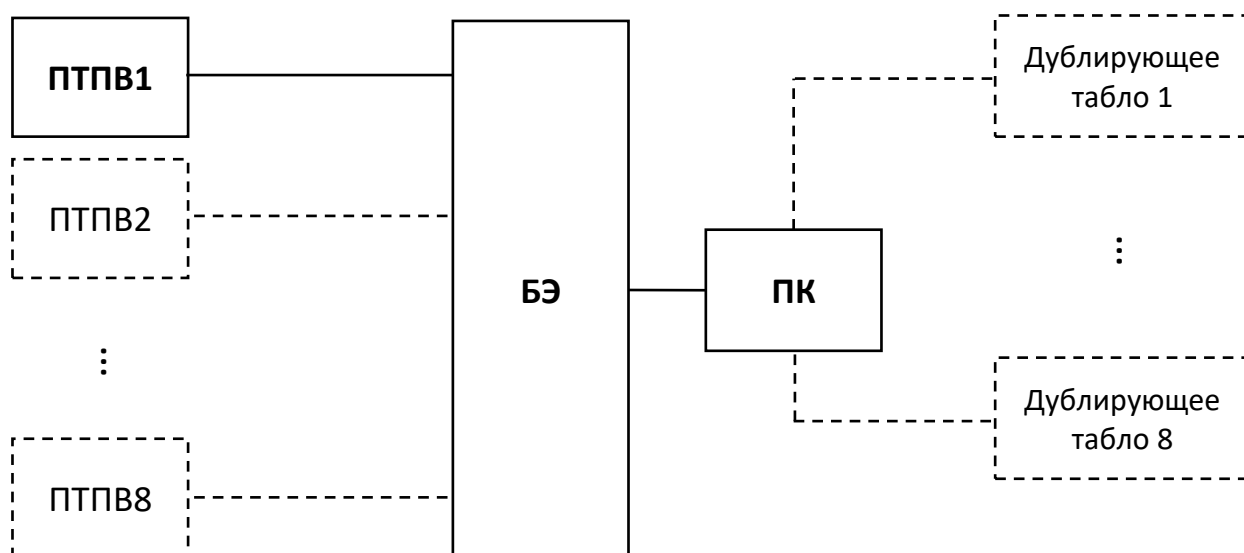

Рисунок 2.4 Схема соединений составных частей ПТК ДВ-ВЕСТ
2.3.1 Схема соединений основных частей ПТК ДВ-ВЕСТ приведена на Рис. 2.4.